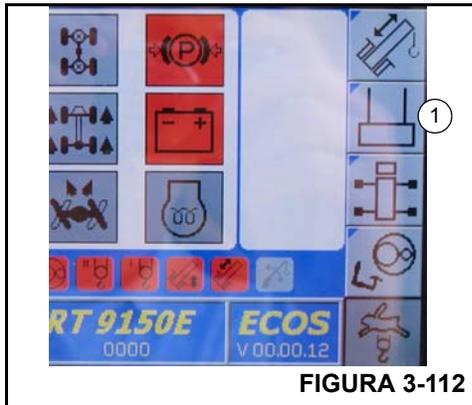

FIGURA 3-112
2. En el menú principal, presione el botón F6 (1, Figura 3-112) una vez.